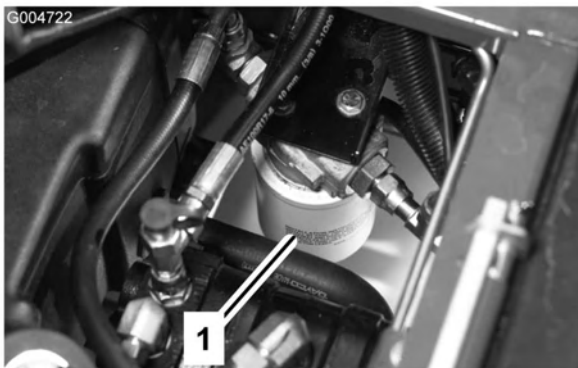

Bild 69
2. Reinigen Sie den Anbaubereich des Filters. Stellen Sie eine Auffangwanne unter den Filter und entfernen den Filter (Bild 69).